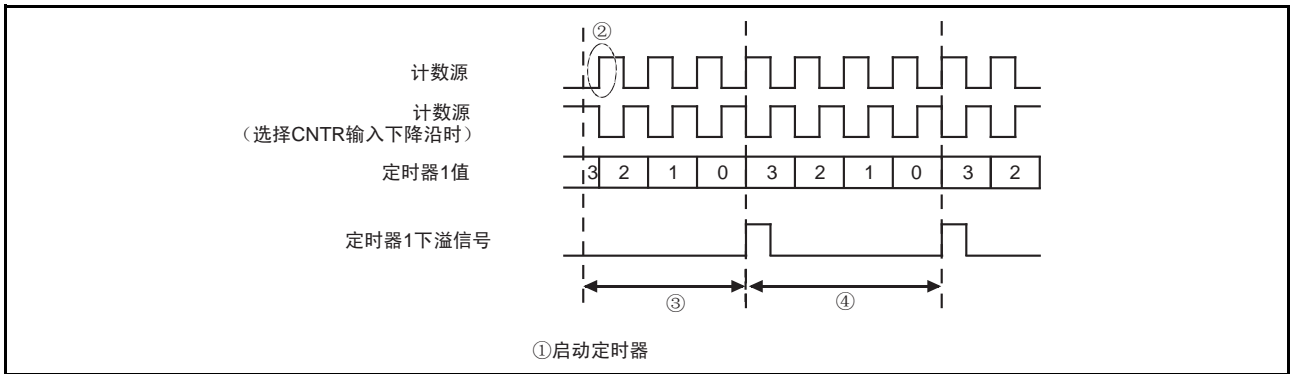

图 71 定时器的计数开始时序和开始运行时的计数时间
预分频器、定时器在开始运行（图 71 ①）后，从计数源的最初的上升沿（图 71 ②）开始计数。
根据定时器和计数源的开始运行时序，开始计数后到最初下溢的时间（图 71 ③）短于以后的下溢时间（图 71 ④）（最大为计数源的一个周期）。